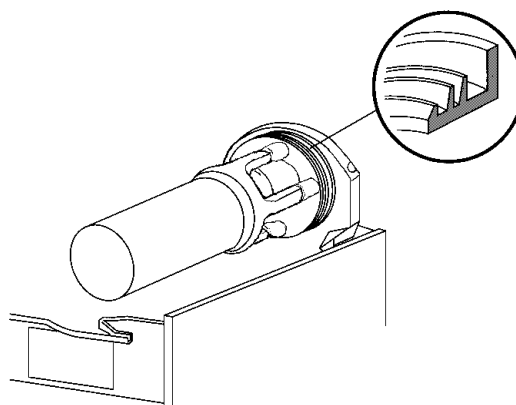

figura 13
- NOTA: la tesa di maggior diametro deve essere appoggiata alla parete posteriore (vedere figura 13).